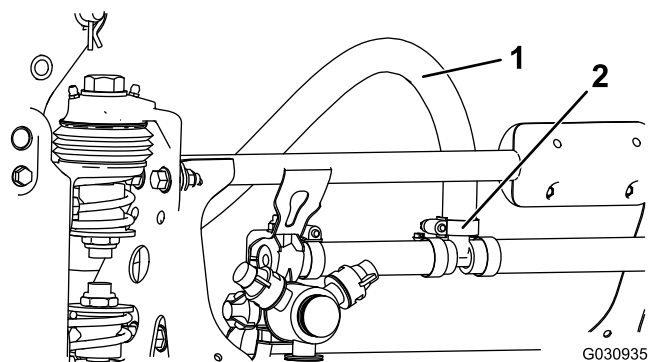

Figura 2
5. Allentare le fascette stringitubo dei 2 flessibili fissati alle barre di sinistra e destra e rimuovere i flessibili Figura 2